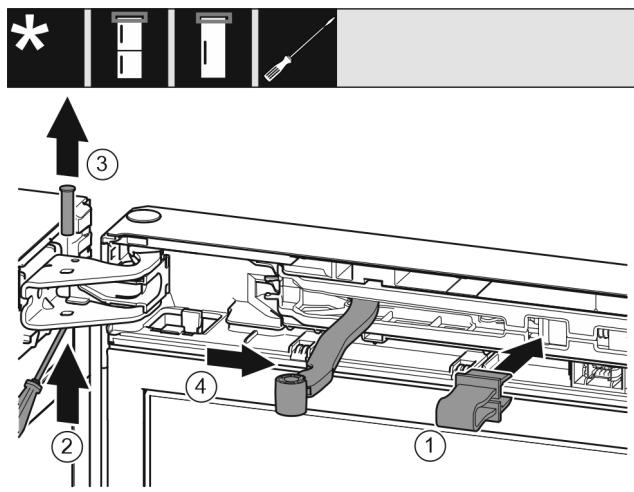

Fig. 9
- Pojistku nechte zapadnout do otvoru. Fig. 9 (1)
- Šroubovákem vysuňte čep. Fig. 9 (2)
- Čep vytáhněte směrem nahoru. Fig. 9 (3)
- Otočte kloub směrem ke dveřím. Fig. 9 (4)